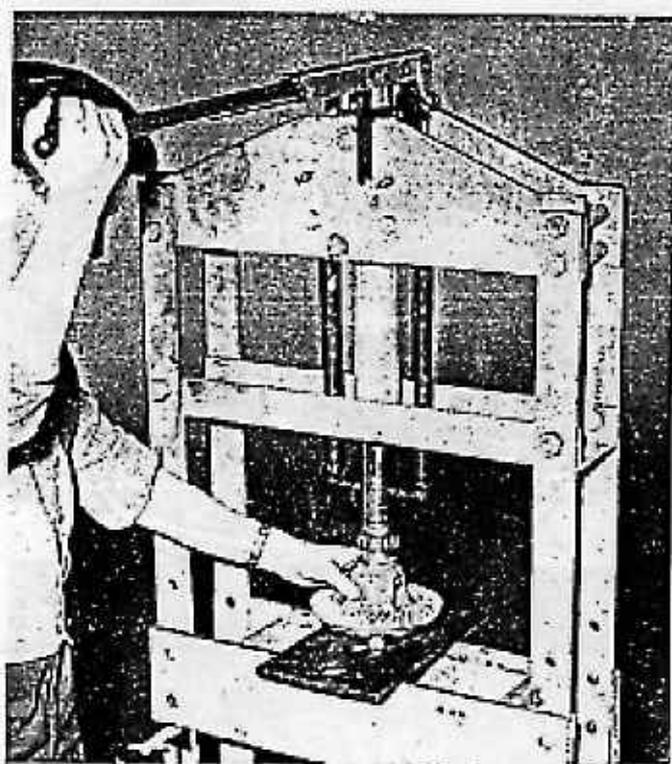

FIGURE 61. — Mise en place d'un cône de roulement de différentiel à l'aide de l'appareil H-R-2391-65
G. — *Mise en place des roulements à rouleaux sur la coquille (fig. 61).*